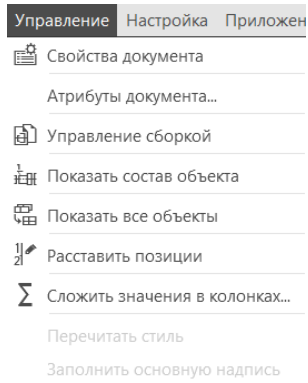

Рисунок 363 – Вкладка «Управление»
- Расставим позиции в спецификации по порядку используя кнопку Расставить позиции на панели Управления (Рисунок 363).